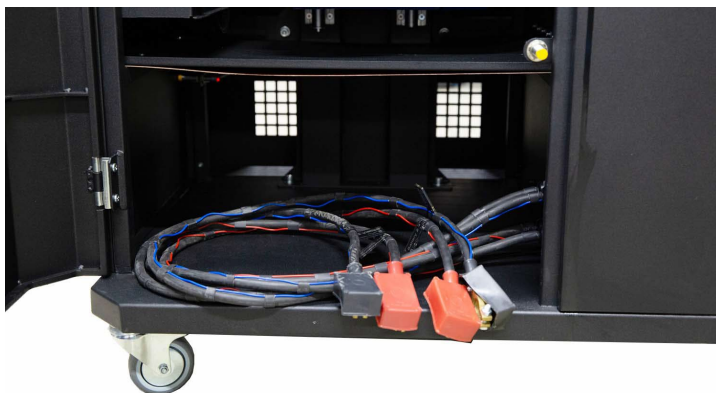

Рисунок 13. Місце для розміщення акумуляторів у стенді
1. Підключити акумуляторні батареї (АКБ) 12В, які необхідно розташувати в акумуляторному відсіку стенда (рис. 13). Для відкриття лівих дверей використовуйте ключі (поставляються в комплекті). Під час під'єднання АКБ слід дотримуватися маркування на силових кабелях. Якщо під'єднати тільки одну АКБ (АКБ1 або АКБ2), то доступний буде тільки 12 В режим діагностики, режим 24 В і 48 В буде недоступний.